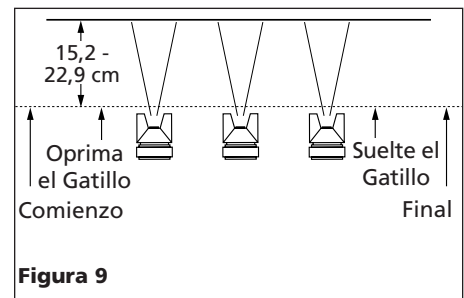

Figura 9
- Oprima el gatillo adecuadamente. Comience a mover la pistola ANTES DE OPRIMIR EL GATILLO y deje de oprimirlo ANTES DE PARAR DE MOVERLA. Este procedimiento le permitirá que el acabado sea parejo sin dejar rastros de donde se unen las diferentes manos de pintura (Vea la Figura 9).